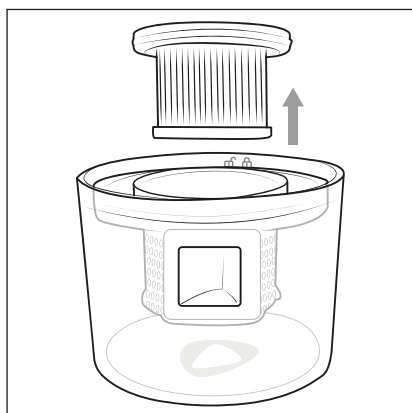

Fig. 5
- 2) Tag HEPA-filteret **5** ud af støvfilteret **6** med tommel- og pegefingeren (fig. 5).